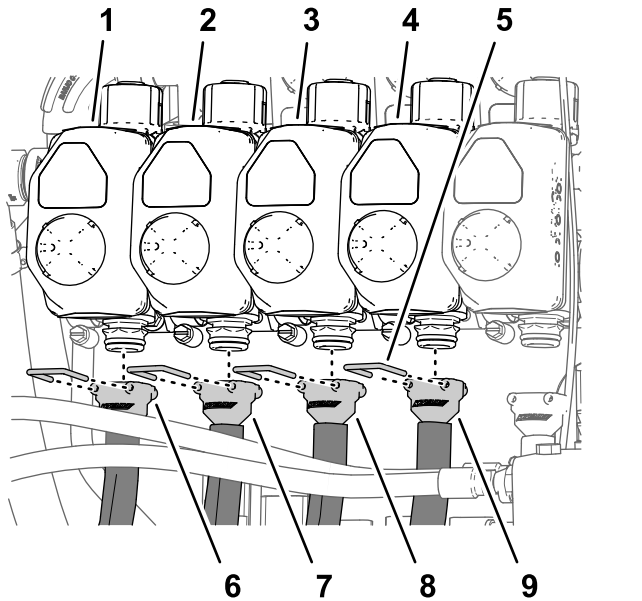
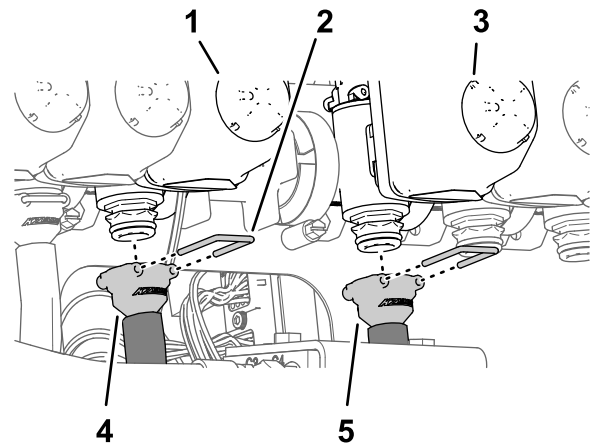
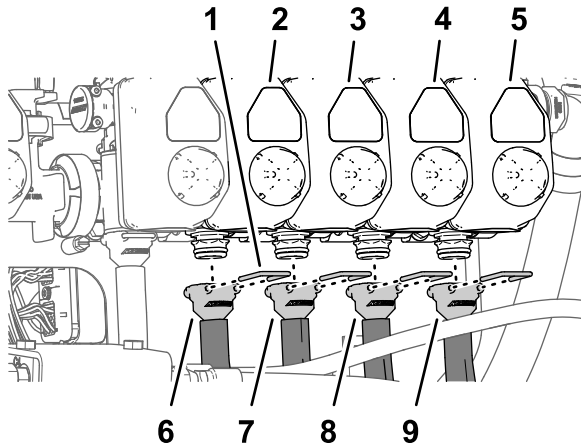

Figure 125
Figure 126
Figure 127
Remarque: Reportez-vous à la Figure 125 de la section Montage des flexibles sur les vannes de buse 1 à 4 (page 61), la Figure 126 de la section Montage des flexibles sur les vannes de buse 5 et 6 (page 61) et la Figure 127 de la section Montage des flexibles sur les vannes de buse 7 à 10 (page 62) pour les positions de vanne de buse.
1. Montez le raccord droit cannelé du flexible d'alimentation de 279 cm sur le raccord de la vanne de buse 1 (Figure 125).
2. Fixez le raccord cannelé au raccord de vanne avec un étrier (Figure 125).
3. Montez le raccord droit cannelé du flexible d'alimentation de 234 cm sur le raccord de la vanne de buse 2 (Figure 125).
4. Fixez le raccord cannelé au raccord de vanne avec un étrier (Figure 125).
5. Montez le raccord droit cannelé du flexible d'alimentation de 188 cm sur le raccord de la vanne de buse 3 (Figure 125).
6. Fixez le raccord cannelé au raccord de vanne avec un étrier (Figure 125).
7. Montez le raccord droit cannelé du flexible d'alimentation de 188 cm sur le raccord de la vanne de buse 4 (Figure 125).
8. Fixez le raccord cannelé au raccord de vanne avec un étrier (Figure 125).
1. Montez le raccord droit cannelé du flexible d'alimentation de 81 cm sur le raccord de la vanne de buse 5 (Figure 126).
2. Fixez le raccord cannelé au raccord de vanne avec un étrier (Figure 126).
3. Montez le raccord droit cannelé du flexible d'alimentation de 81 cm sur le raccord de la vanne de buse 6 (Figure 126).
4. Fixez le raccord cannelé au raccord de vanne avec un étrier (Figure 126).
1. Montez le raccord droit cannelé du flexible d'alimentation de 188 cm sur le raccord de la vanne de buse 7 (Figure 127).
2. Fixez le raccord cannelé au raccord de vanne avec un étrier (Figure 127).
3. Montez le raccord droit cannelé du flexible d'alimentation de 188 cm sur le raccord de la vanne de buse 8 (Figure 127).
4. Fixez le raccord cannelé au raccord de vanne avec un étrier (Figure 127).
5. Montez le raccord droit cannelé du flexible d'alimentation de 234 cm sur le raccord de la vanne de buse 9 (Figure 127).
6. Fixez le raccord cannelé au raccord de vanne avec un étrier (Figure 127).
7. Montez le raccord droit cannelé du flexible d'alimentation de 279 cm sur le raccord de la vanne de buse 10 (Figure 127).
8. Fixez le raccord cannelé au raccord de vanne avec un étrier (Figure 127).